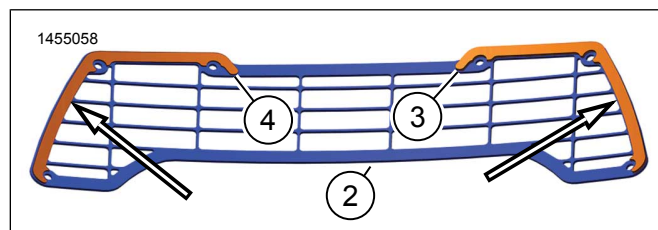

Figure 3.
2. Voir la Figure 3. Retirer la bande adhésive et installer les coussinets.